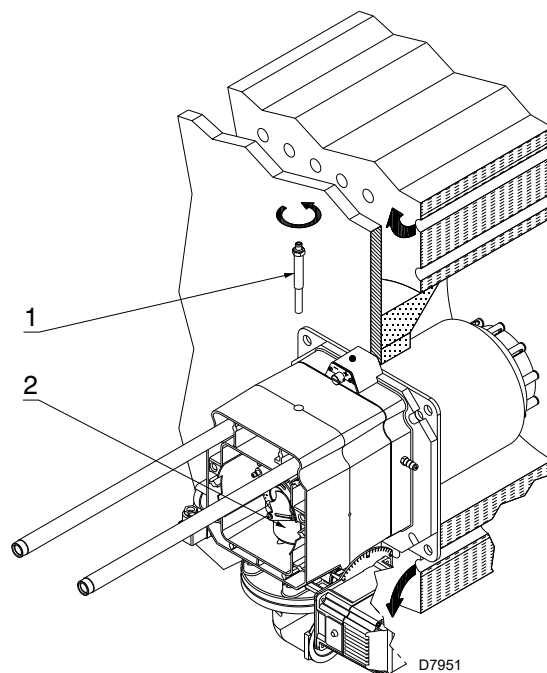

Abb. 14
- die Schraube 1)(Abb. 14) entfernen;
- das Innenteil 2)(Abb. 14) des Kopfes herausziehen und deren Einstellung vornehmen.
An dieser Stelle der Installation ist der Flammkopf am Kessel wie in Abb. 14 angebracht.